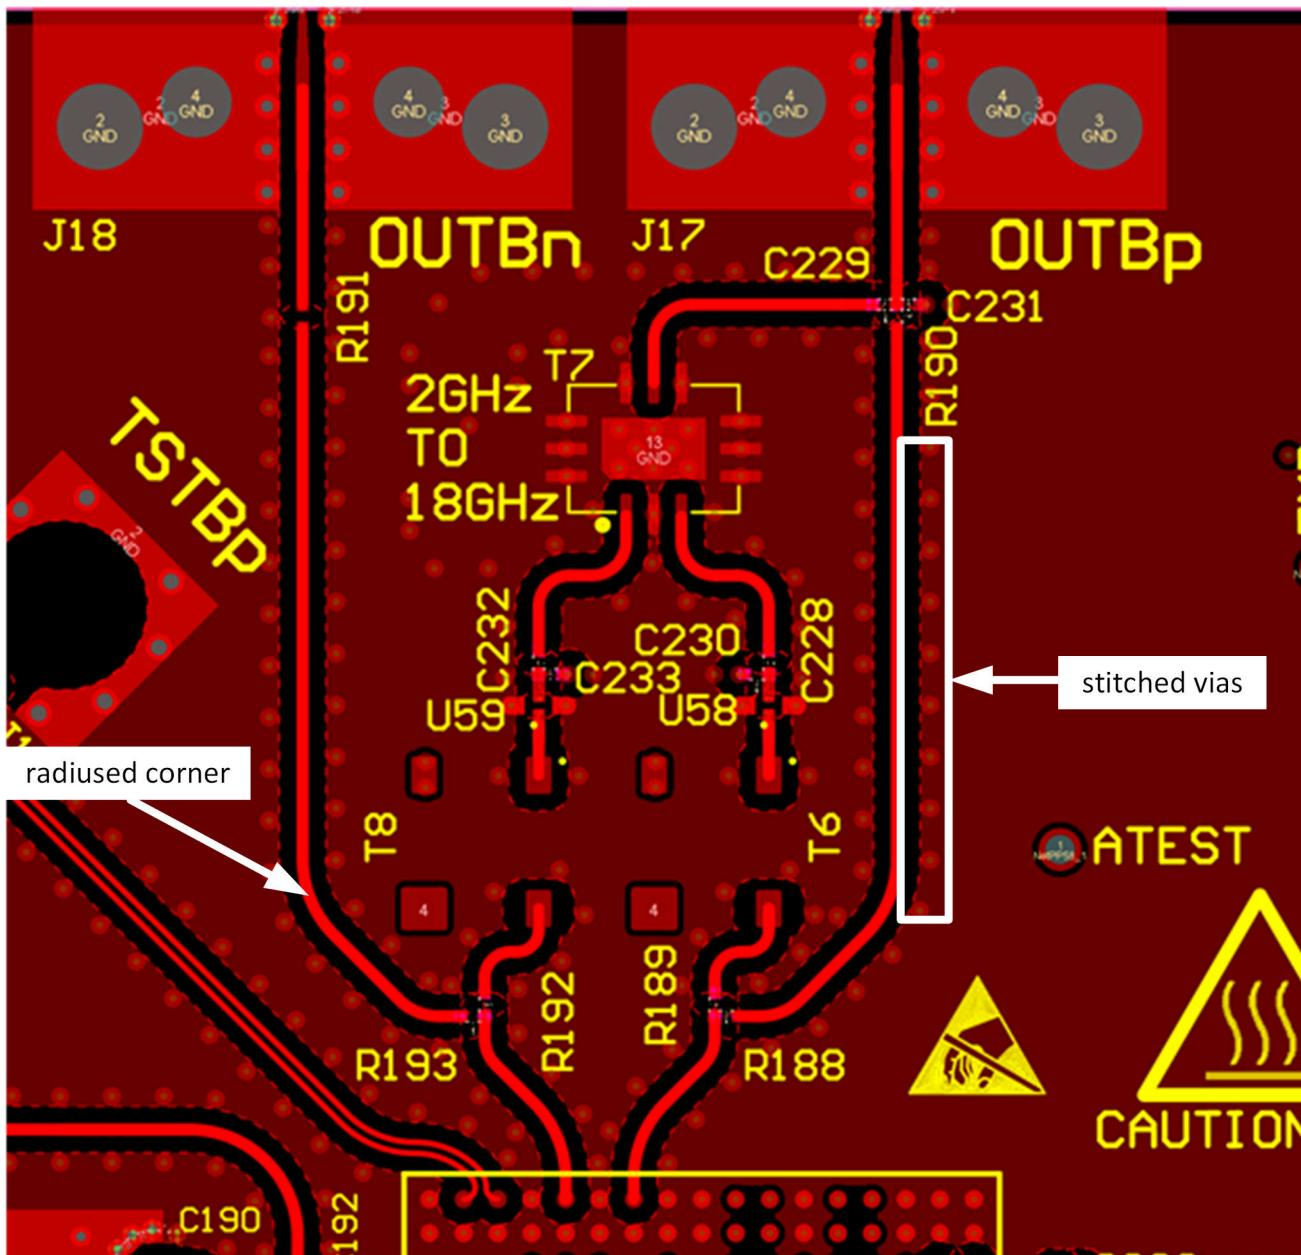

图 9-10. 高速信号布线旁边的半径角和拼接过孔
4. 使用平滑的辐射角并避免 45 或 90 度弯曲，以减少模拟和数字信号布线的所有高速输入/输出上的阻抗不匹配。详情请参考图 9-10。
7. 在由布线传输的最大频率 ($\lambda/4$) 决定的适当间距下，提供与任何高速信号相邻的对称接地连接拼接过孔。详情请参考图 9-10。